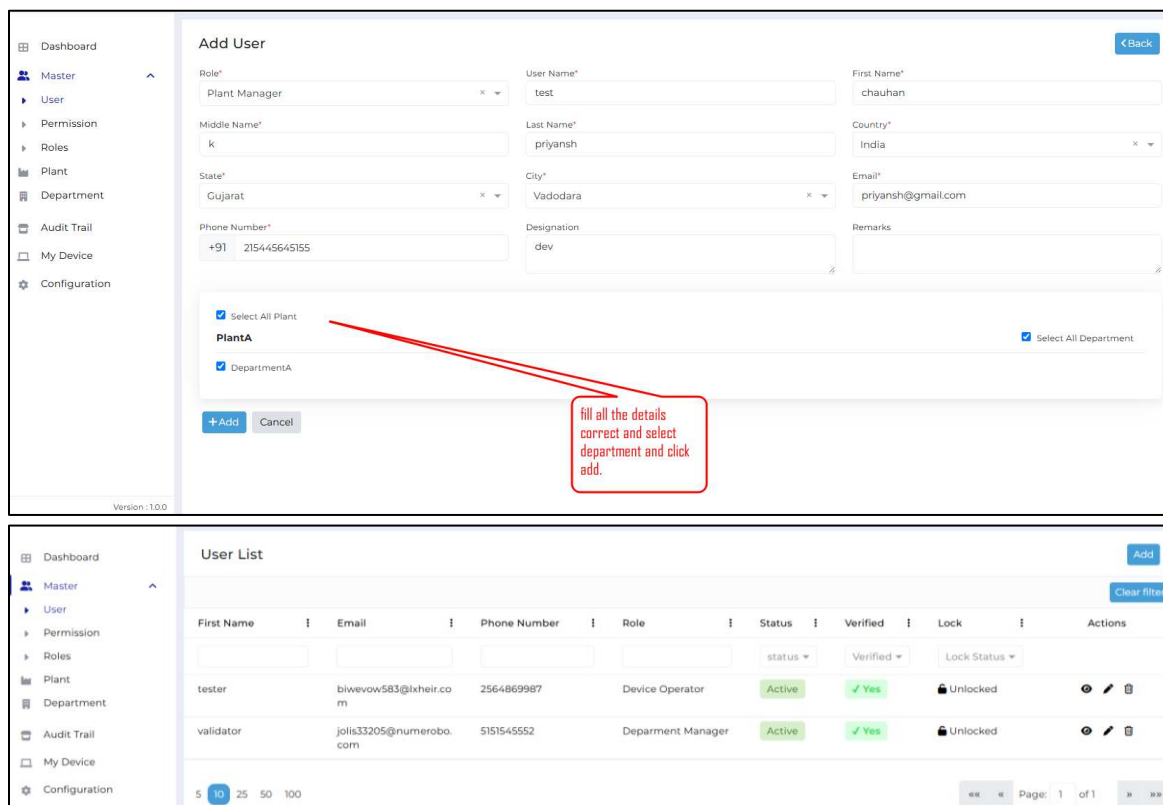

图 42 在 EMS Cloud 应用程序中添加用户
- 用户列表中显示用户的状态，无论是锁定还是解锁，如图42.